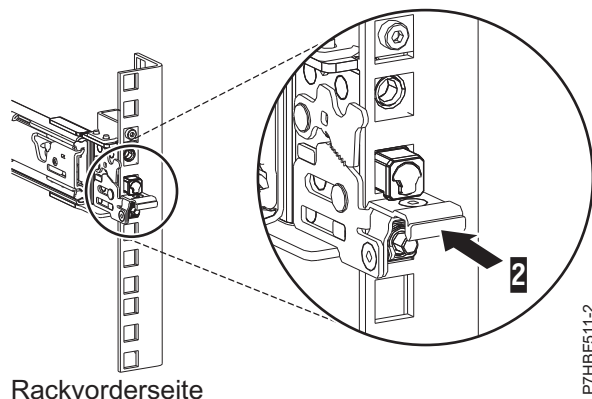

Abbildung 23. An der vorderen Schiene des Racks befestigte Verriegelung
7. Stellen Sie sicher, dass alle drei Stifte aus den Rackbohrungen herausragen, wenn Sie die Schiene nach vorne ziehen, und drücken Sie dann die vordere Verriegelung **(2)** ganz hinein. Einzelheiten finden Sie unter Abb. 23.